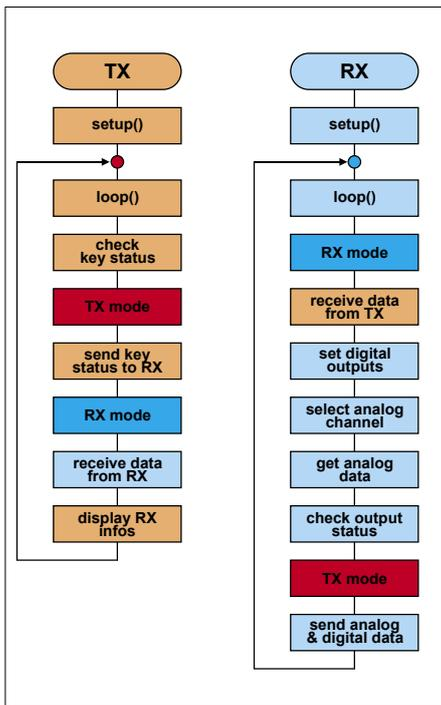

Figure 4. Diagramme des protocoles de communication des deux unités.
Le diagramme (fig. 4) décrit le déroulement d'une communication entre l'unité frontale (UF) et l'unité distante (UD). En principe, l'UF se contente de détecter la pression d'un bouton et transmet cette information à l'UD qui se charge de la traiter. Les boutons UP, DOWN, LEFT et RIGHT amènent chacun une des sorties binaires à l'état bas ; le bouton SELECT permet de choisir parmi quatre entrées analogiques pour lire l'une de quatre valeurs de mesure possibles.